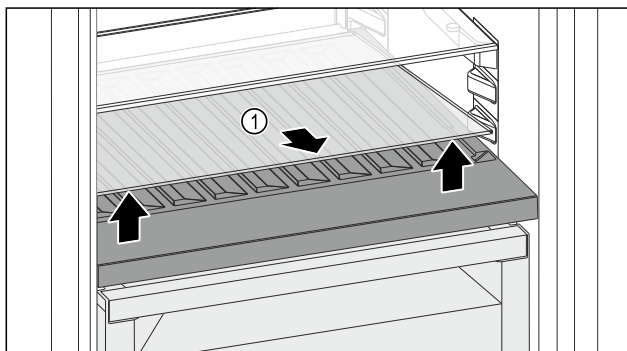

Fig. 141
- ▶ Skleněnou desku Fig. 141 (1) zvedněte za vybrání vpředu a vyjměte ji.
- ▶ Skleněnou desku Fig. 141 (1) uložte bezpečně mimo spotřebič.